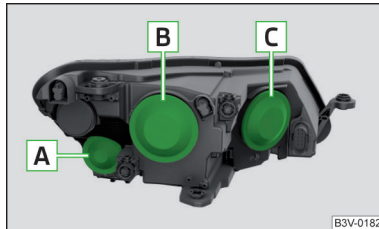

Fig. 271
**Bulb arrangement** » Fig. 271
- » Remove the protective caps **B** and **C** » Fig. 271 on page 243.
- » Use the protective caps **B** and **C** » Fig. 271 on page 243.
- » Remove the protective cap **A** » Fig. 271 on page 243.
- » Fit the protective cap **A** » Fig. 271 on page 243.